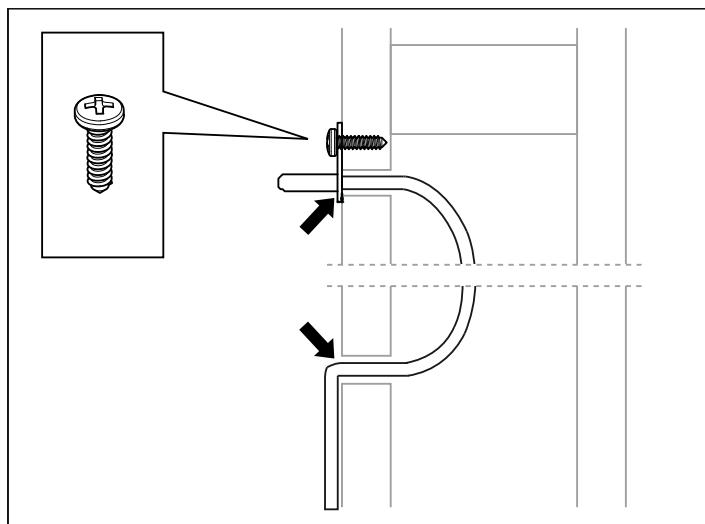

Fig 10: Täta eventuella hål
8. Montera sensorn på väggen se . Här syns sensorn monterad med Tylö Sensorkåpa (tillval artikelnr: 9600 0038). Termistorledningen kan även dras igenom väggen. Täta eventuella hål i väggen bakom sensorn, se Fig 10. Termistorledningen kan förlängas utanför bastun med svagströmsledning (2-ledare).